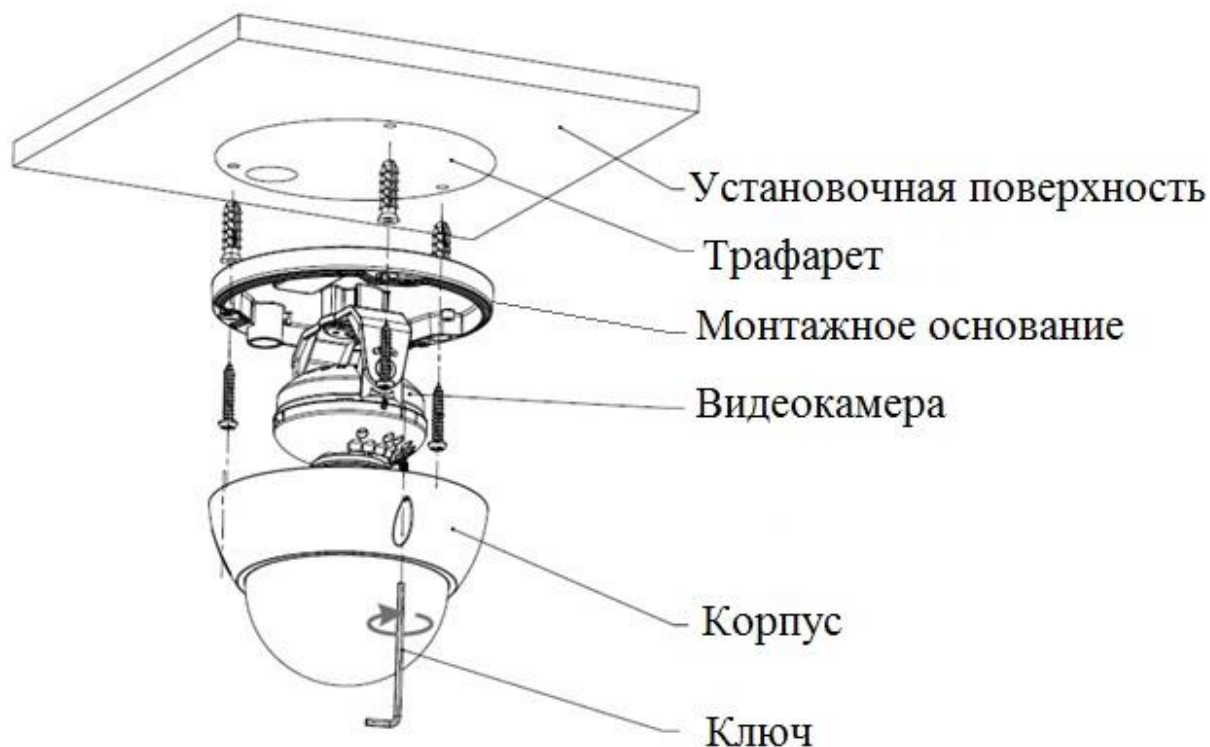

Рисунок 3
3.6 Снимите корпус с устройства и прикрепите монтажное основание видеокамеры к установочной поверхности (рис.3).